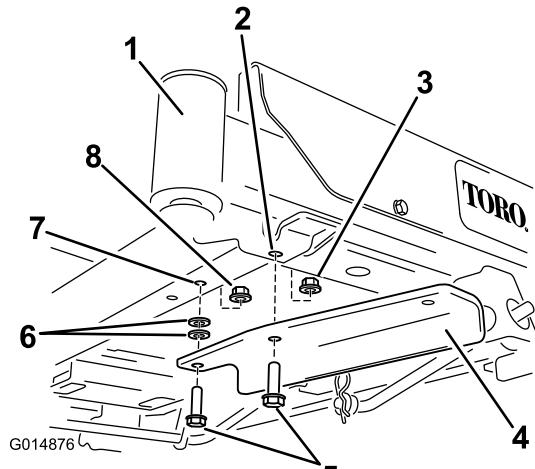

Figura 6
- Si la máquina no tiene pedal de elevación asistida, sujetelo usando dos pernos (3/8 x 1-1/4 pulgada), dos arandelas y dos contratuercas (3/8 pulgada) (Figura 6). Utilice una contratuerca de las piezas sueltas y otra de las retiradas anteriormente.